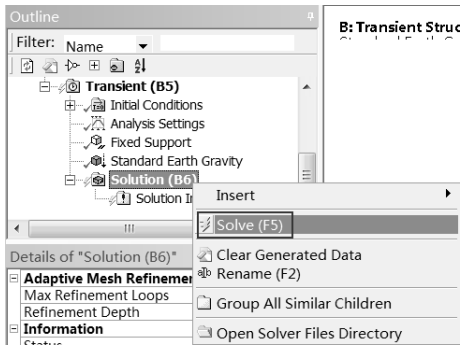

图 12-27 求解
Step6 : 在 Outline (分析树) 中的 Transient (B5) 选项上右击 , 在弹出的快捷菜单中选择 Solve 命令 , 如图 12-27 所示 , 此时会弹出进度显示条 , 表示正在求解 , 当求解完成后进度条自动消失。